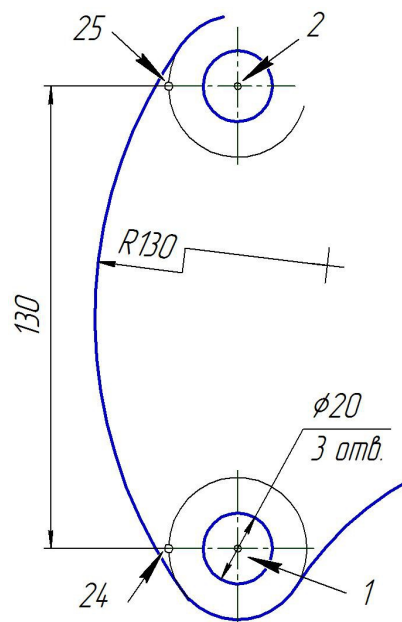

Рис. 1.46. Простановка размеров
- ➔ Укажите точки окончания центровых линий 24 и 25 (рис. 1.46) и передвинув фантом размерной линии примерно на 10 мм от контура детали, щелкните мышью.